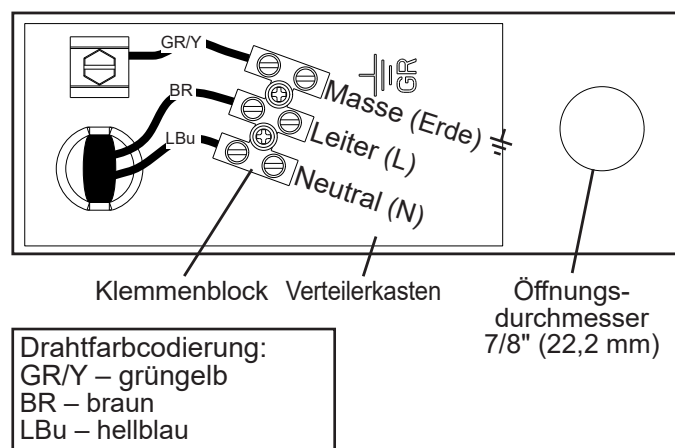

Abb. 7
- Der Neutraleiteranschluss am Klemmenblock (hellblauer Draht) muss mit dem Neutraleiter der Stromversorgung verbunden werden. Siehe Abb. 7.